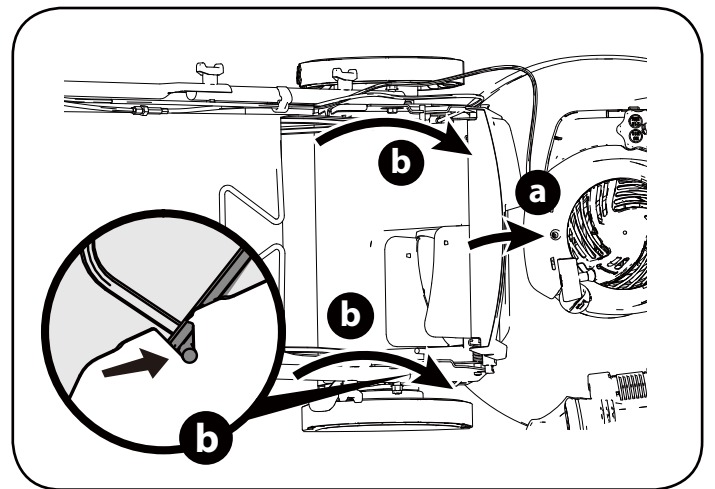

Figura 8
- b. Coloque el recolector de césped en las ranuras de los soportes de la manija. Suelte la puerta de descarga trasera de modo que descance sobre el recolector de césped. (Figura 8)